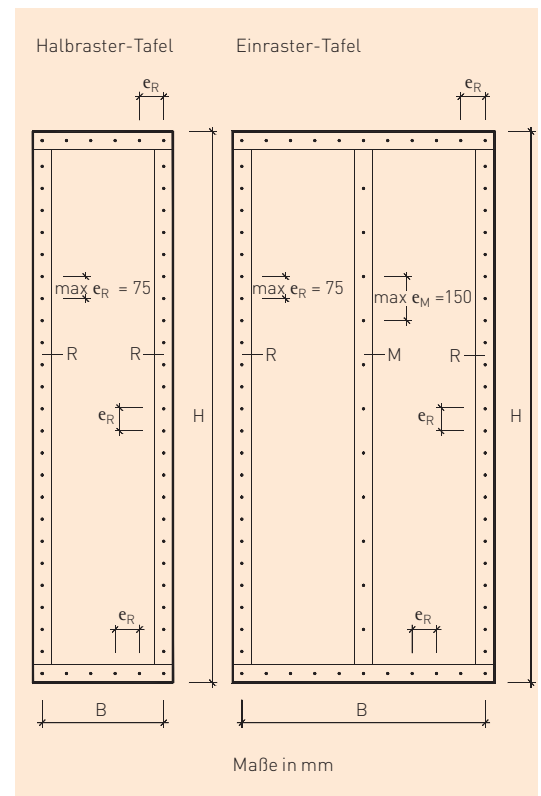

Bild 3.11:
Der Abstand der Befestigungsmittel untereinander beträgt auf den Mittelrippen (M) $e_M \leq 150$ mm, bei Randrippen (R) $e_R \leq 75$ mm (siehe Bild 3.11).